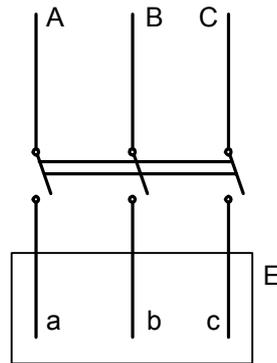

Рисунок 1
4.1.1. Состав ВЭ представлен в Приложении 2, рис.1, стр.16.
- вставить рычаг доводки в отверстие кронштейна 21 (приложение 2 рис.1 стр.16) на основании 1 ВЭ и повернуть его, выкатив ВЭ из КТПН;
В основании корпуса ВЭ размещен узел заземления 3 (приложение 2, рис. 1, стр. 16), обеспечивающий надежный контакт с корпусом КТПН на всем пути перемещения от рабочего положения до контрольного.
- 8.1.1. Установить на ВЭ розеточные контакты, демонтированные с масляного выключателя. (См. приложение 2 рис. 1 стр. 16).